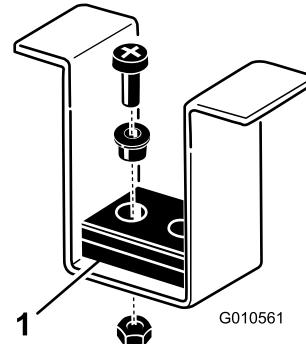

Figura 10
- Certifique-se de que os pinos frontais da altura de corte apoiam devidamente nas almofadas da estrutura (Figura 10). Se os pinos não estiverem devidamente apoiados, coloque um calço ou calços sob a almofada para elevar para alinhamento correcto.